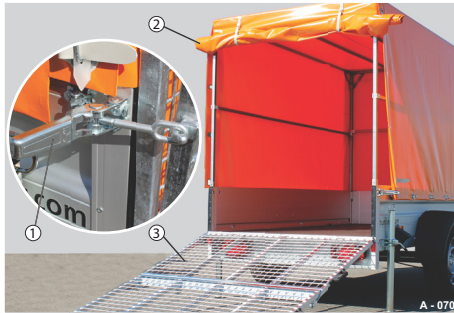

Abb. 82 Hochplane geöffnet, Überfahrwand abgeklappt
- Überfahrwandverschlüsse (Abb. 82/1) öffnen - siehe „Verschlüsse bedienen“ auf Seite 161.
- Überfahrwand (Abb. 82/3) abklappen.
- Rückwand (Abb. 82/2) öffnen - siehe „Plane bedienen“ auf Seite 187.
- Überfahrwandverschlüsse schließen (Abb. 82/1) - siehe „Verschlüsse bedienen“ auf Seite 161.